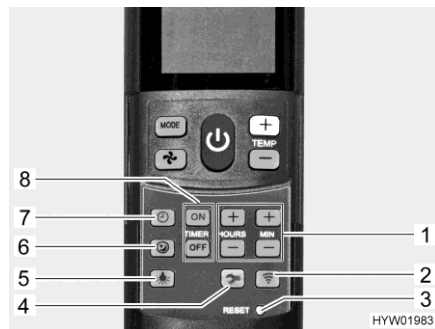

Bild 151 Fjärrstyrning med inställningsknappar (klimatanläggning)
- Koppla in tyst körning:** ■ Tryck på knappen för tyst körning (Bild 151,6). I kyl drift går fläkten med ett lägre varvtal och blir då mycket tystare.
- Inställning av tid:** ■ Tryck på knappen för klocka (Bild 151,7).
■ Ställ in timme och minuter med knapparna (Bild 151,1).
- Programmera starttid:** ■ Tryck ner knapp "ON" (Bild 151,8).
■ Tryck på knapparna för tidsinställning (Bild 151,1) tills önskat tidsintervall fram till start nås.
■ Tryck ner knapp "ON" (Bild 151,8).
- Programmera sluttid:** ■ Tryck ner knapp "OFF" (Bild 151,8).
■ Tryck på knapparna för tidsinställning (Bild 151,1) tills önskat tidsintervall fram till urkoppling nås.
■ Tryck ner knapp "OFF" (Bild 151,8).
- Koppla ur timern:** ■ Tryck ned knappen "ON" eller "OFF" (Bild 151,8) en gång till.
- Slå på belysningen:** ■ Tryck på knappen för belysning (Bild 151,5). Belysningen kopplas in med det senast använda dimningsnivån.
- Dimma belysningen:** ■ Tryck in knappen för belysning (Bild 151,5) och håll den intryckt tills önskad ljusstyrka uppnås.
- Slå av belysningen:** ■ Tryck på knappen för belysning (Bild 151,5).
- ▷ Setup knappen (Bild 151,4) har uppgiften att ansluta fjärrstyrningen med klimatanläggningen vid den första idrifttagningen.